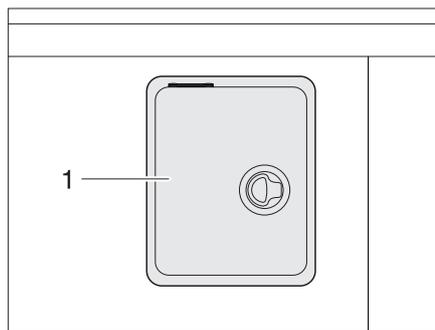

Bild 28 Klappe Kraftstoff-Einfüllstutzen
- Klappe (Bild 28,1) zur Seite schwenken.
- Klappe (Bild 28,1) schließen.